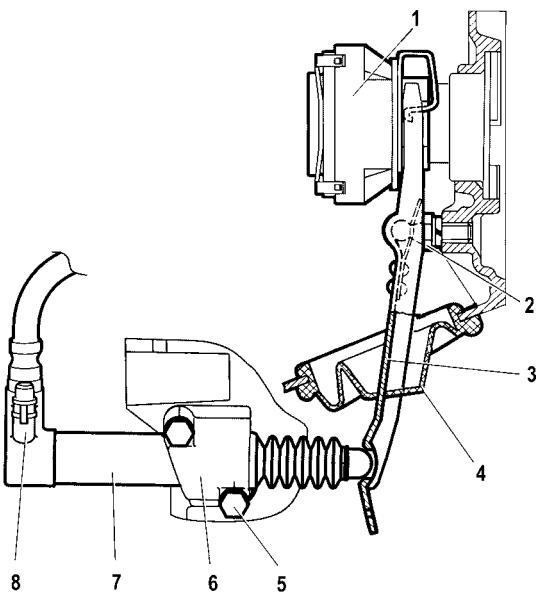

Рис. 3-3. Рабочий цилиндр и вилка выключения сцепления:
- очистите бачок гидропривода главного цилиндра 2 (рис. 3-2) и штуцер 8 (рис. 3-3) рабочего цилиндра для прокачки от пыли и грязи;
- наденьте на головку штуцера 8 (см. рис. 3-3) рабочего цилиндра шланг и погрузите его нижний конец в сосуд с жидкостью для гидропривода (30–50 г);
В первую очередь слейте рабочую жидкость. Для этого один конец шланга наденьте на штуцер выпуска воздуха 8 (см. рис. 3-3) рабочего цилиндра, а другой опустите в чистый сосуд; отверните штуцер 8 на 1/2–3/4 оборота и нажмите на педаль до тех пор, пока жидкость не будет удалена из гидросистемы, затем отсоедините трубы 1 (см. рис. 3-2), соединяющие главный и рабочий цилиндры.
Рабочий цилиндр прикреплен при помощи кронштейна 6 (см. рис. 3-3), поэтому сначала для его снятия необходимо отвернуть два болта 5 крепления кронштейна.